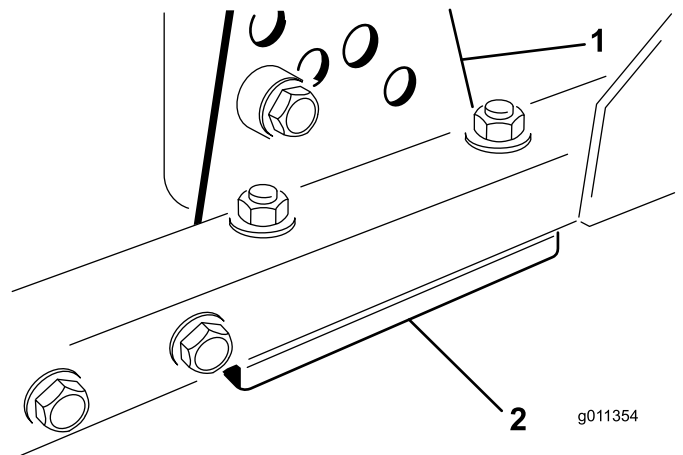

Bild 123
1. Entfernen Sie die Schnitthöheneinstellhalterung (vorne, links oder rechts) vom Mähwerkrahmen (Bild 123).
2. Führen Sie 1,5-mm- und/oder 0,7-mm-Beilagscheiben zwischen dem Mähwerkrahmen und der Halterung ein, um die gewünschte Schnitthöhe zu erhalten (Bild 123).